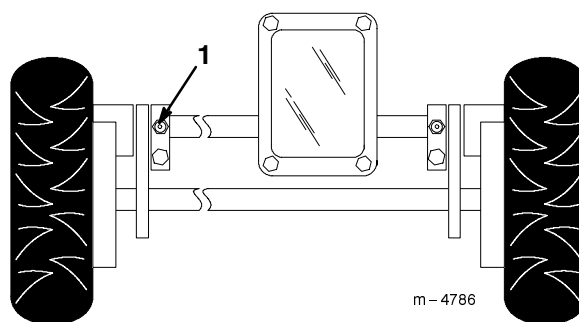

Figure 28
1. Essuyer les graisseurs à l'aide d'un chiffon propre (Fig. 28).